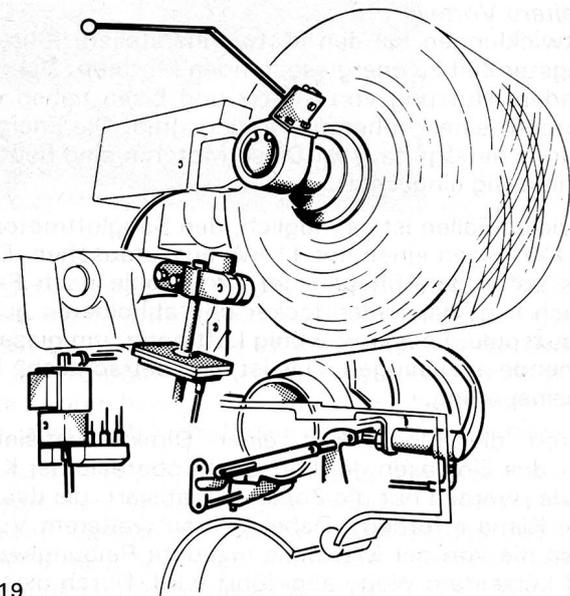

Abb. 19
- Eine schonendere Garn- und Spulenbehandlung ist mit der Spulenabhebung und Sofortbremsung (Abb. 19) erzielt. Zusatzschaltungen und Wirrlagen werden vermieden.